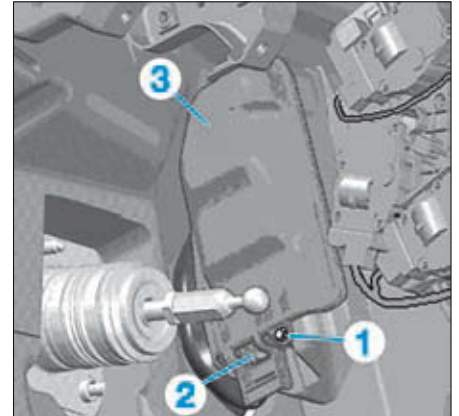

FIG. 16
- la vis (1) (Fig.16).
- Dégrafer la languette (2) et retirer le couvercle de l'évaporateur (3).